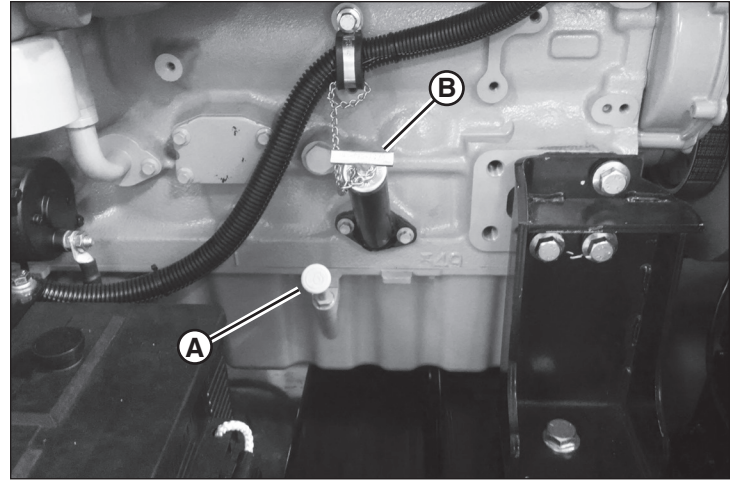

Figure 25
1. Enlever la jauge d'huile (**A**, Figure 25) du moteur. Le niveau d'huile devrait être entre les repères Plein (FULL) et Ajouter (ADD) sur la jauge.
2. Ajouter de l'huile si nécessaire en utilisant l'orifice de remplissage d'huile moteur (**B**, Figure 25). Voir Recommandations pour l'huile. Ne pas trop remplir.
4. Ajouter de l'huile si nécessaire en utilisant l'orifice de remplissage d'huile moteur (**B**, Figure 25). Voir Recommandations pour l'huile. Voir Spécifications pour la capacité d'huile moteur.